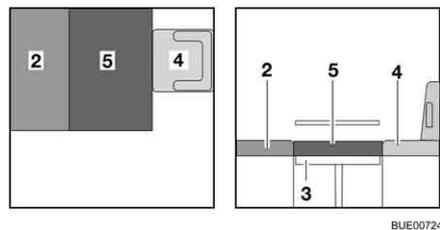

Bild 121 Nach dem Umbau
- Das Zusatzpolster (Bild 121,5) auf den Tisch legen.
- Den Fahrersitz (Bild 121,4) gegebenenfalls wieder nach hinten schieben.